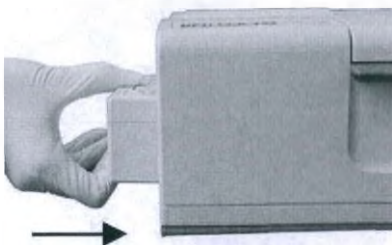

Рис.2-2 Установки батареи
- Установите батарею в отсек с левой стороны прибора OPTI CCA-TS2 (Рис.2-2).